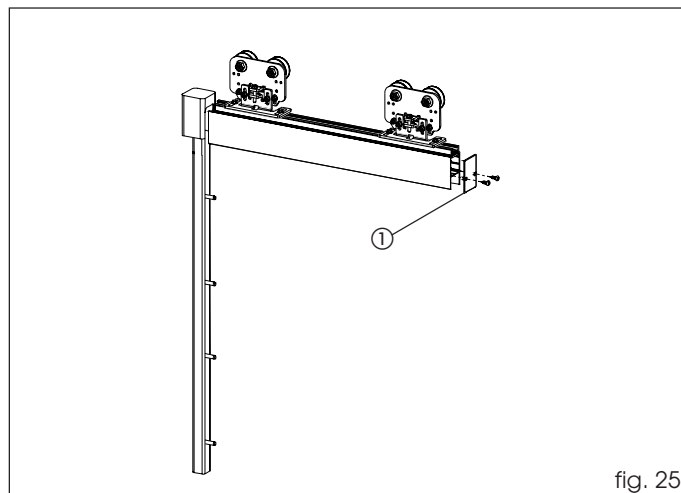

fig. 25
Monter le couvercle de fermeture en utilisant les vis fournies (fig. 25 réf. ①).